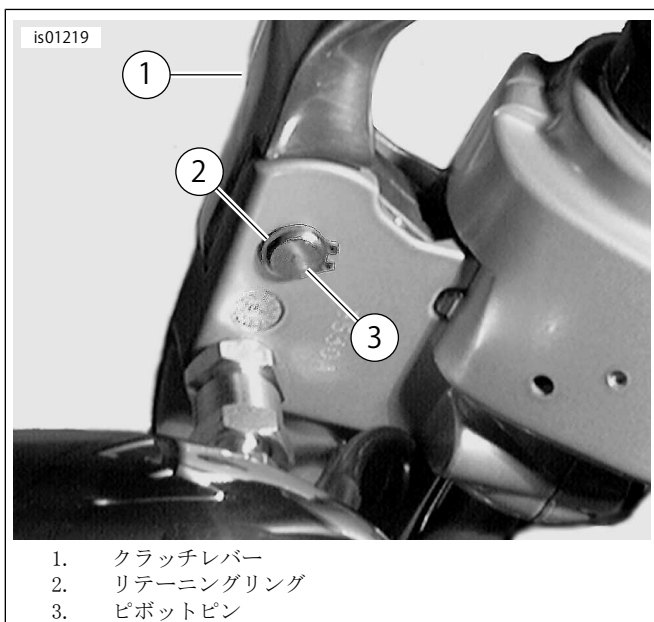

図2。クラッチレバーの取り外し
- 「図2」を参照してください。クラッチピボットピン(3)の溝からリテーニングリング(2)を取り外して廃棄します。
1. 「図2」を参照してください。ターニングナルロックナットをブレーキレバー/マスターシリンダーアッセンブリーの下で固定しながら、ミラーを反時計方向に回して外します。ミラーとターニングナルアッセンブリーを取り外します。ミラーとワッシャーは再取り付けのために保管します。邪魔にならないように、ケーブルストラップまたはその他のデバイスを使って、ターニングナルアッセンブリーを固定します。